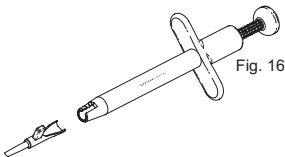

Fig. 16
1. Deslice el cartucho al interior de la parte frontal del inyector y encaje a presión la lengüeta vertical en su posición. (Fig. 16 y 17)